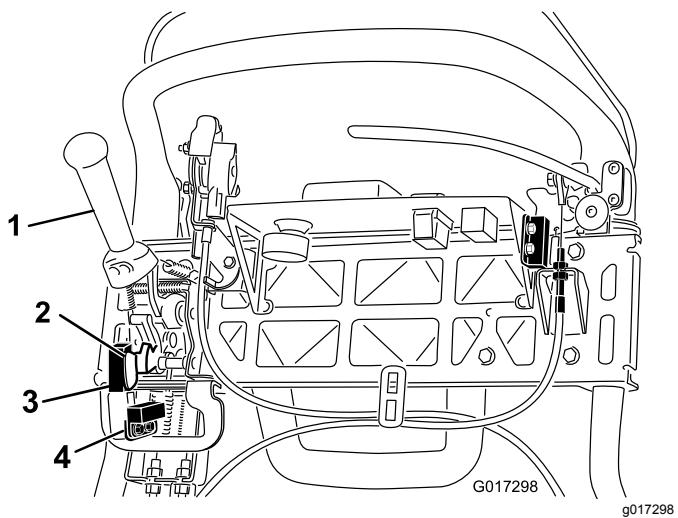

図 44
4. インタロックスイッチを固定しているねじをゆるめる図 44。
5. 走行レバーとインタロックスイッチとの間に厚さ 1.6 mm のすきまゲージをはさむ図 44。
4. 戻り込みセンサー取り付けねじをゆるめる図 44。
5. 戻り込みセンサーフラッグとセンサーとの間に厚さ 1.6 mm のシムをはさむ図 44。